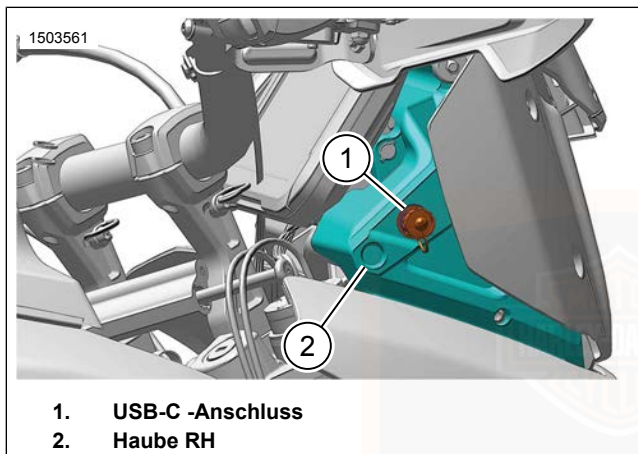

Abbildung 41. USB-C-Anschluss
Siehe Abbildung 41. Das Motorrad verfügt über einen Universal Serial Bus Typ C (USB-C) -Anschluss, um ein Telefon oder Mediengerät aufzuladen und ein Software-Update zu übertragen. Für den Anschluss dieser Geräte muss ein Schnittstellenkabel verwendet werden. Der USB-C -Anschluss wird mit Strom versorgt und ist betriebsbereit, wenn das Fahrzeug eingeschaltet ist oder sich im Nebenverbrauchermodus befindet.
Siehe Abbildung 41. Der USB-C -Anschluss (1) befindet sich in der Rechtsseitig (RH) -Haube (2).